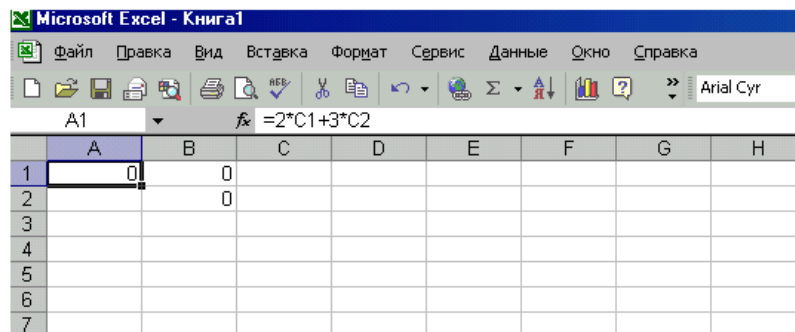

Рисунок 1.1 – Запись числовой модели на рабочем листе MS Excel
- Запишем числовую модель задачи на рабочий лист (рисунок 1.1). Для этого необходимо выбрать ячейки в которых будут находиться переменные. Допустим  $x_1 \rightarrow C1$   $x_2 \rightarrow C2$  (выбор ячеек произволен).